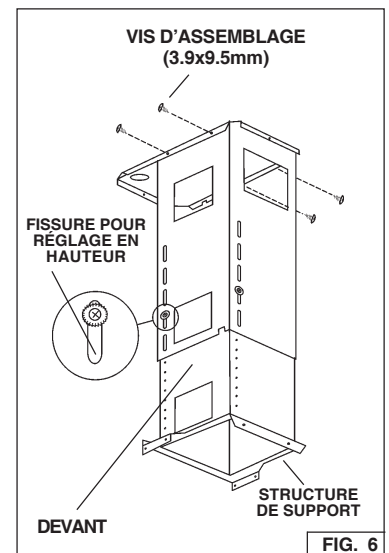

FIG. 6
4. Fixez la structure de support à l'étrier au moyens des (4) vis d'assemblage 3.9x9.5mm. Fig. 6.